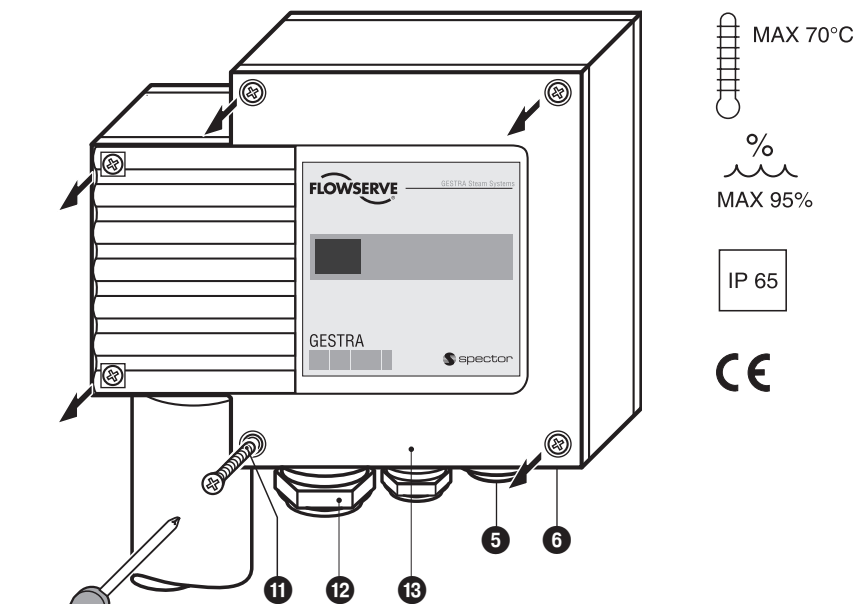

Fig. 5
1. Svitare le viti **11**, togliere il coperchio **13**. **Fig. 5**